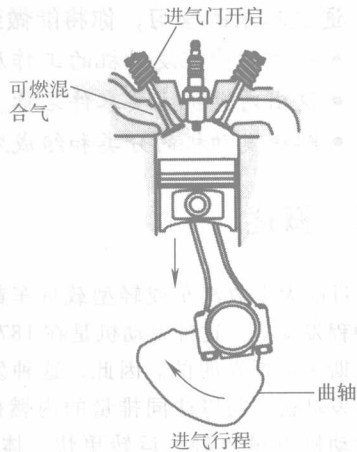

图 1-6 可燃混合气被吸入气缸
• 进气行程。汽油如果与空气未按照一定的比例混合，将无法点燃。将 1 份汽油与 15 份空气混合后，将极具爆炸性。曲轴旋转，带动连杆和活塞下行（图 1-6）。这个过程使发动机产生真空吸力，将可燃混合气从进气门吸入。大约 1gal 汽油需要吸入 10000gal 的空气。可燃混合气由化油器或燃油喷射系统提供。空气和燃油的混合比为 14.7:1（标准大气压下）时，称为理论空燃比。理论空燃比的混合气能提高发动机性能、降低排放污染、提高燃油经济性。